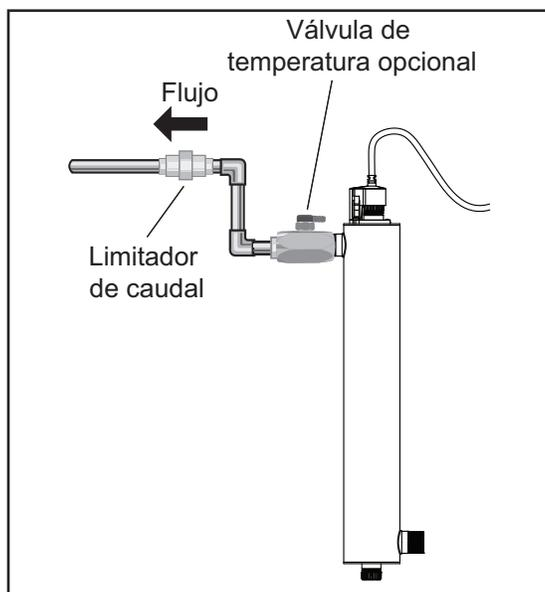

Figura 5 Limitador de caudal
3. Monte el sistema en la pared con las grapas suministradas. Para conectar la fuente de agua al sistema se pueden usar varios métodos de conexión, sin embargo, se recomiendan los conectores de unión. El uso de un dispositivo limitador del caudal ayuda a mantener el caudal nominal del fabricante. El limitador de caudal debe instalarse en el puerto de salida y está diseñado para instalarse en una sola dirección. Asegúrese de que el flujo del agua coincide con la dirección de flujo indicada en el limitador de caudal. Consulte Figura 5.